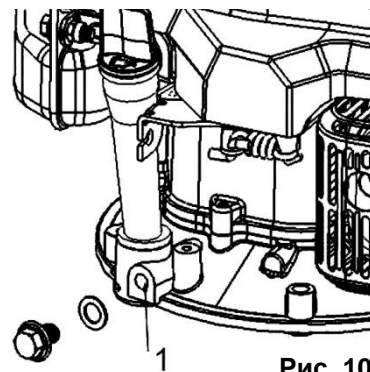

Рис. 10
- Очистите поверхность около сливной пробки (1) (См. Рис.10).
- Отверните сливную пробку (1) (См. Рис.10) и слейте масло.